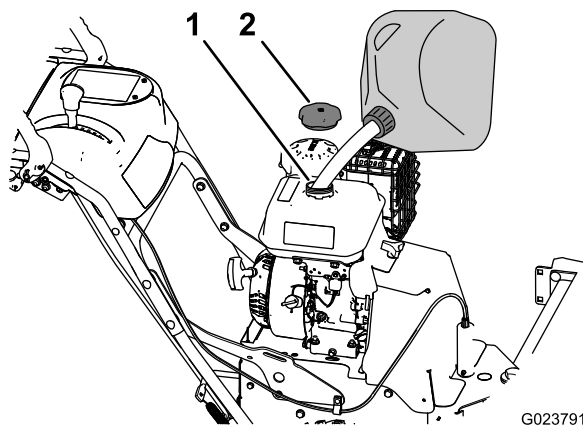

Рисунок 7
1. Очистите поверхность вокруг крышки топливного бака (Рисунок 7).
2. Снимите крышку с заливной горловины (Рисунок 7).
4. Установите на место крышку топливного бака и вытрите весь пролитый бензин (Рисунок 7).